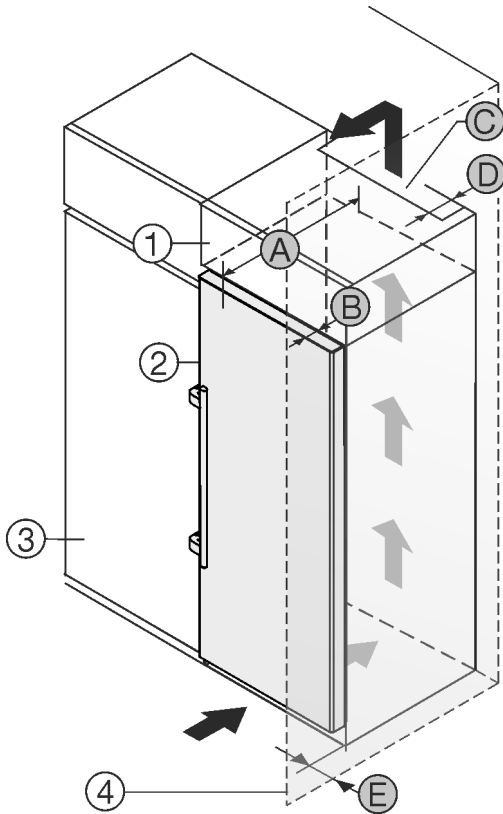

Fig. 1
- (1) Armario superior
- (2) Aparato
- (3) Armario de cocina
- (4) Pared
- (A) Profundidad del aparato
- (B) Profundidad de la puerta
- (C) Sección transversal de ventilación
- (D) Distancia con respecto a la parte trasera del aparato
- (E) Distancia con respecto al lateral del aparato
Puede colocar el electrodoméstico directamente al lado del armario de cocina Fig. 1 (3).
En la parte trasera del armario superior debe haber una cámara de salida de aire con una profundidad Fig. 1 (D) que abarque toda la anchura del armario.
Bajo el techo de la estancia debe mantenerse la sección transversal de ventilación Fig. 1 (C).
Si el electrodoméstico se instala con las bisagras junto a una pared Fig. 1 (4), la distancia entre el electrodoméstico y la pared debe ser de como mínimo 57 mm. Esto equivale al saliente del tirador con la puerta abierta.
Para poder abrir totalmente la puerta, el electrodoméstico debe sobresalir la profundidad de la puerta Fig. 1 (B) respecto del frente del armario de cocina. El electrodoméstico puede sobresalir más en función de la profundidad de los armarios de cocina Fig. 1 (3) y del uso de distanciadores de pared.